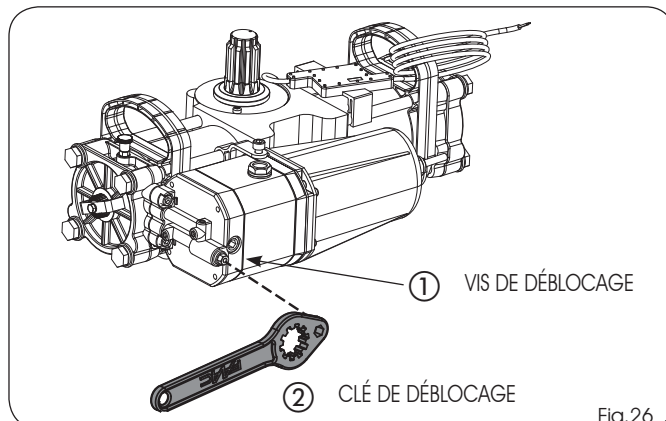

Fig.26
- 2) Manipuler la vis de déblocage (Fig.26 réf.①), (en l'absence du levier, en insérant l'empreinte hexagonale de la clé fournie en dotation (Fig.26 réf.②) :
- 2) Manipuler la vis de déblocage (Fig.1 réf.①), (en l'absence du levier, en insérant l'empreinte hexagonale de la clé fournie en dotation (Fig.26 réf.②) :